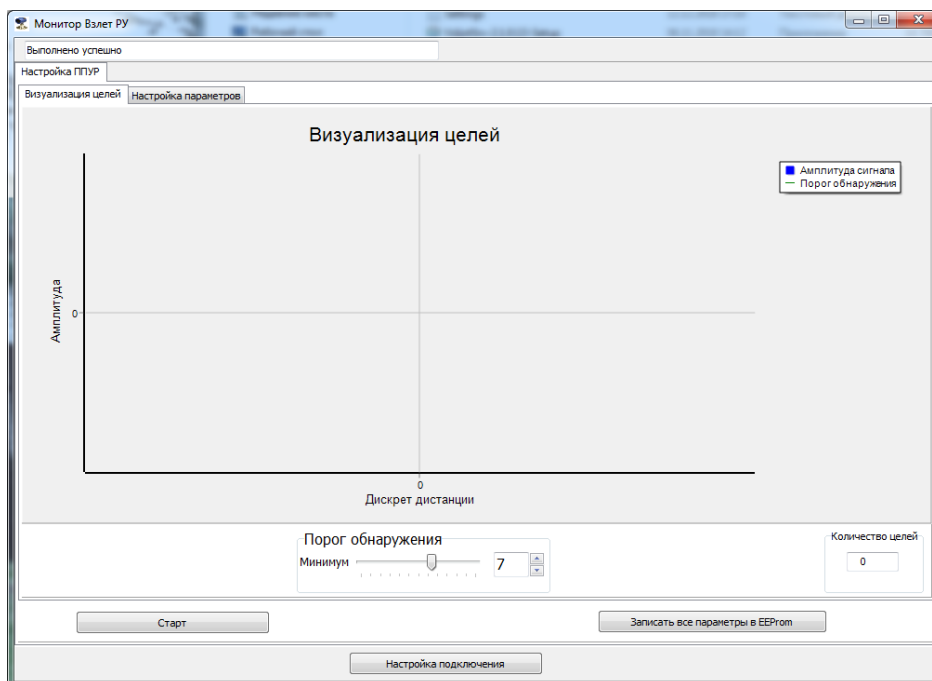
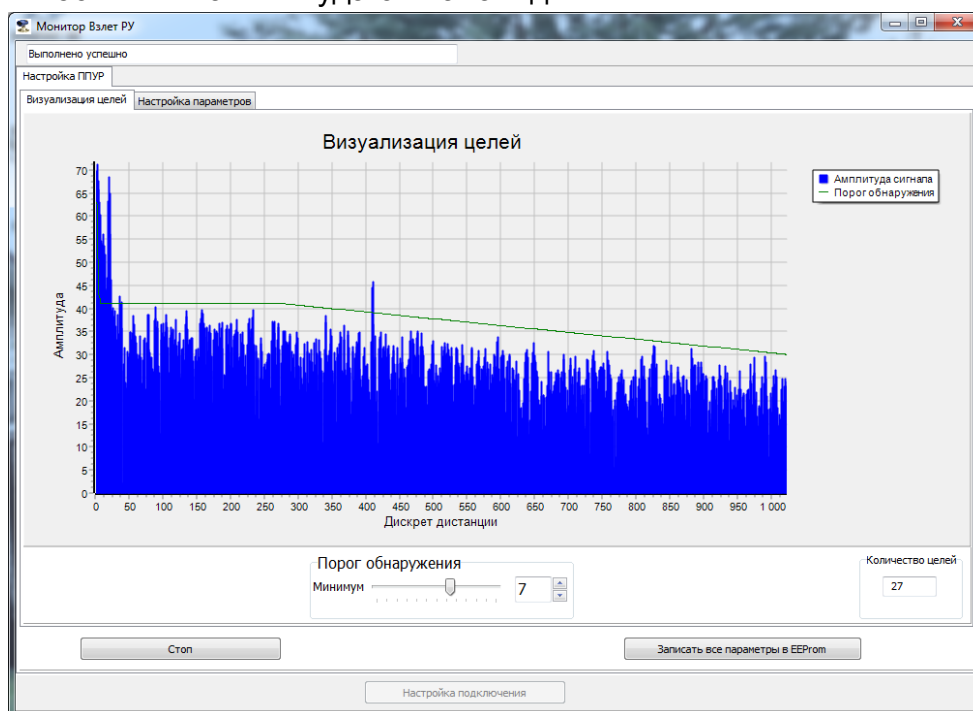

Рис.23. Окно «Визуализация целей».
Рис.24. «Шумовая дорожка».
5.7.2. После успешного подключения откроется окно «**Визуализация целей**» (рис.23). Для начала процесса измерений нажмите кнопку «**Старт**», начнется процесс отображения измерений, как приведено на рис.24.
5.7.3. На рис.24 приведена «шумовая дорожка», характеризующая спектр получаемого отраженного радарного СВЧ-сигнала. По оси «Х» отложена дистанция до измеряемой среды с дискретностью 4 см, по оси «Y» – амплитуда сигнала в дБ.